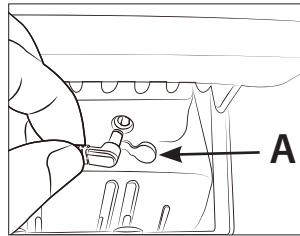

FIG. 3
1. Enlever le bouchon d'étanchéité (A) situé dans la prise de l'adaptateur c.a. (Fig. 3)
3. Chaque fois que vous enlevez l'adaptateur, le bouchon d'étanchéité (A) doit être immédiatement remis, sinon la poussière, l'eau et autres substances pourront entrer, et ainsi devenir la cause d'un fonctionnement défectueux.